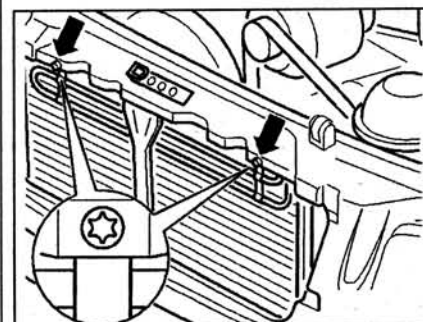

Рис. 2.4. Открутите болты (стрелки) и закрепите трубки гидропривода рулевого управления.
8. Открутите болты (стрелки), закрепите сбоку трубки гидропривода рулевого управления (рис. 2.4).